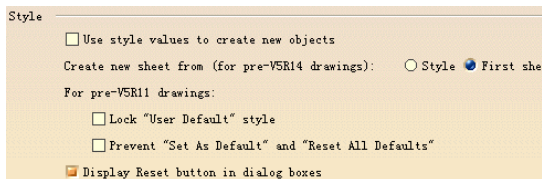

图 6-97
(2) Style (样式) 选项组 (如图 6-97 所示)